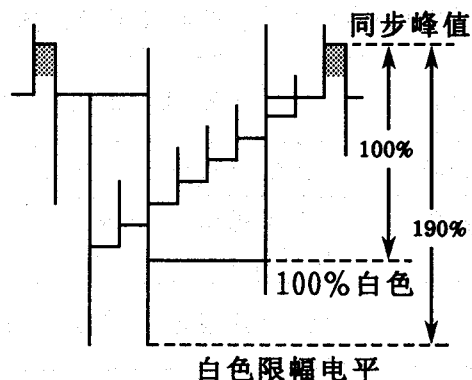

图5-5
3. 检查视频信号过调量的限幅是否符合如图5-5所示的190%的规定要求。